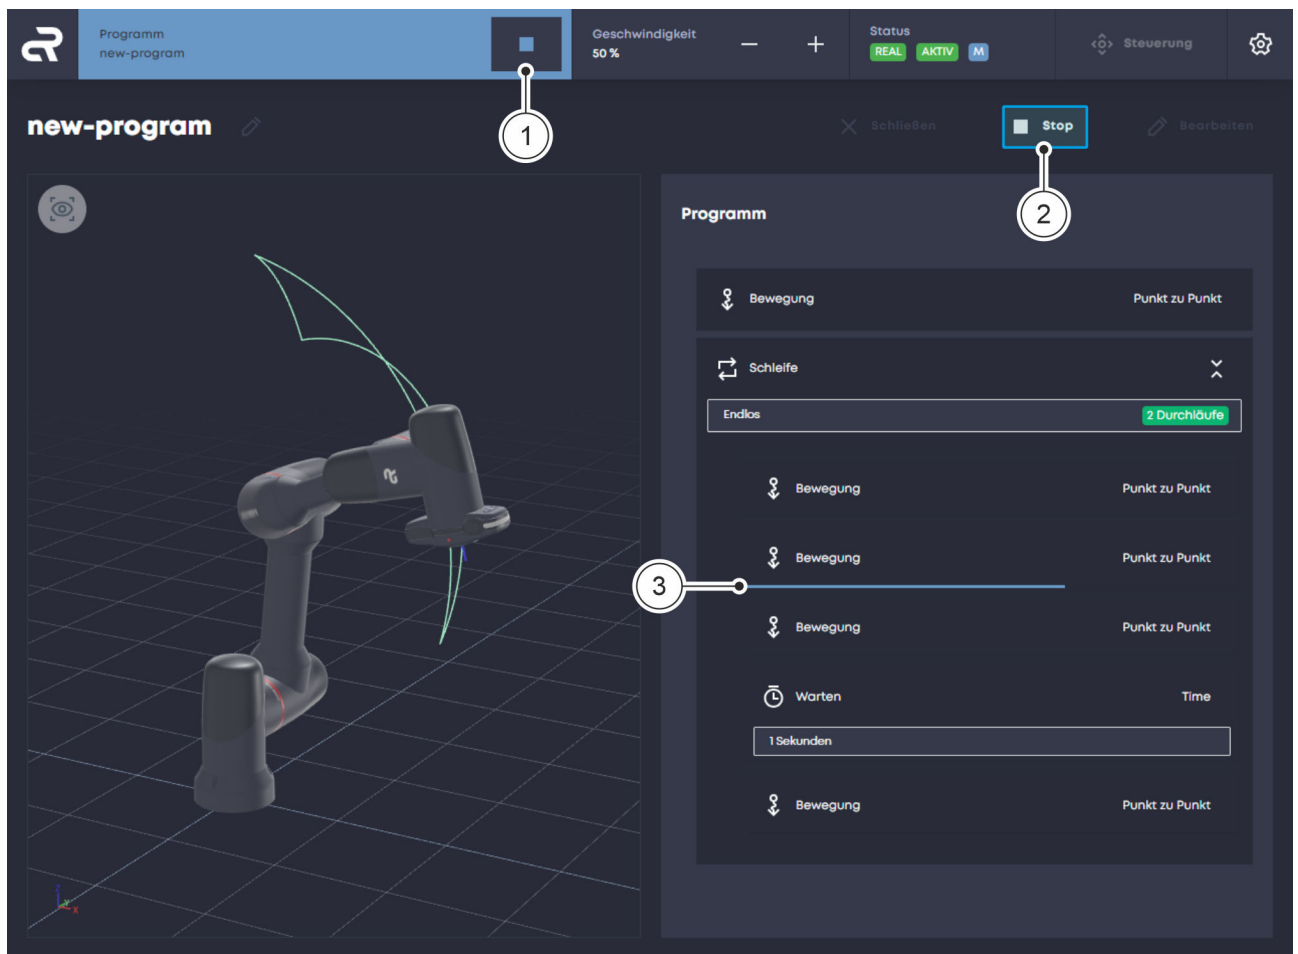

Abb. 30 Programm stoppen
04. Um das Programm zu stoppen, auf die Stopp-Schaltfläche in der Navigationsleiste Abb. 30/① oder die Schaltfläche „Stop“ im Menü „Programm“ Abb. 30/② klicken.
Die aktuell ausgeführte Befehlssequenz wird über einen hellblauen Zeitstrahl angezeigt Abb. 30/③.